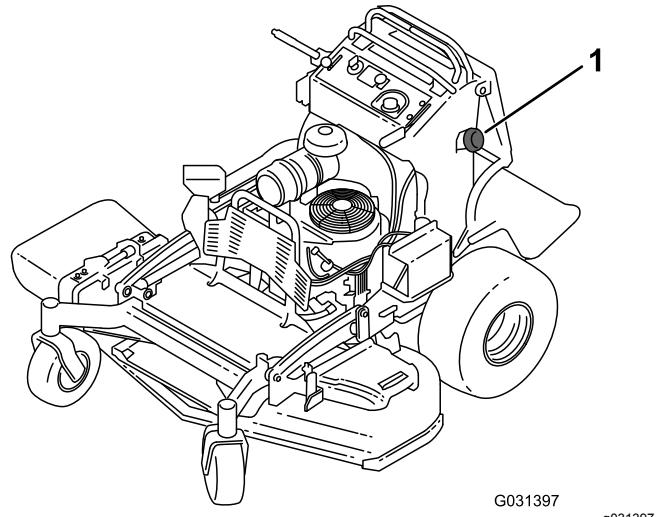

Bild 44
3. Reinigen Sie den Bereich um den Tankdeckel, damit keine Rückstände in den Kraftstofftank gelangen (Bild 44).
6. Saugen Sie mit der Saugpumpe den Kraftstoff in einem sauberen Benzinbehälter (Bild 44).